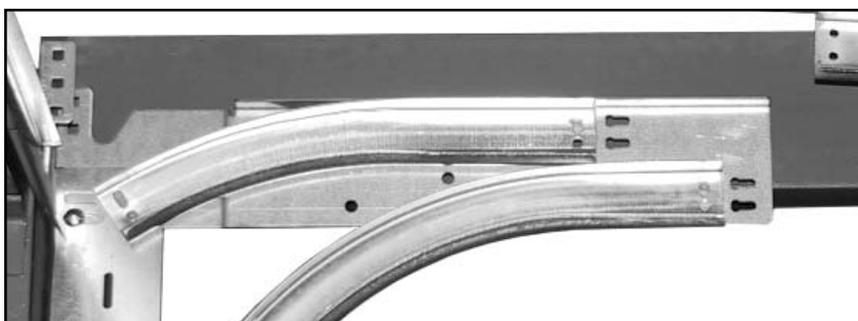

Рис. 20. Установка горизонтальной направляющей
- 1) Приложить направляющую к кронштейну опорной стойки (рис. 20), заднюю часть направляющих поддерживать при помощи вспомогательных стоек или за счет их подвеса на веревке к элементам конструкции потолка. Совместить кромки направляющих.